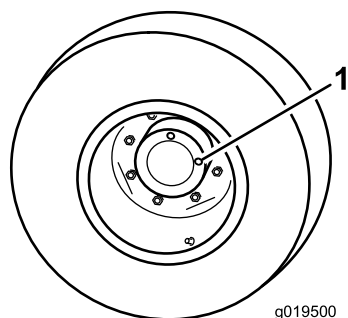

図 65
1. 水平な床面で、点検プラグ 図 65 の1つが時計の 12 時を指し、もうひとつが 3 時を指すように駐車する。
2. 3時の位置にあるプラグを外す 図 65。